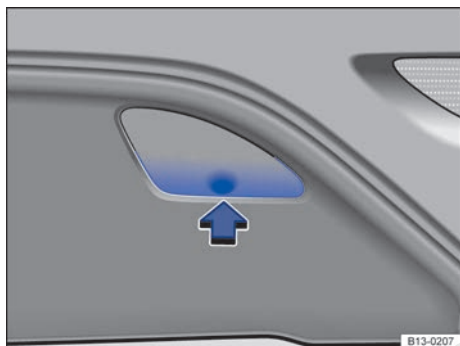

Fig. 150 En el lado derecho del paragolpes trasero: retirar la tapa.
- Presione sobre la zona inferior de la tapa → fig. 150 en el sentido de la flecha para desengancharla.